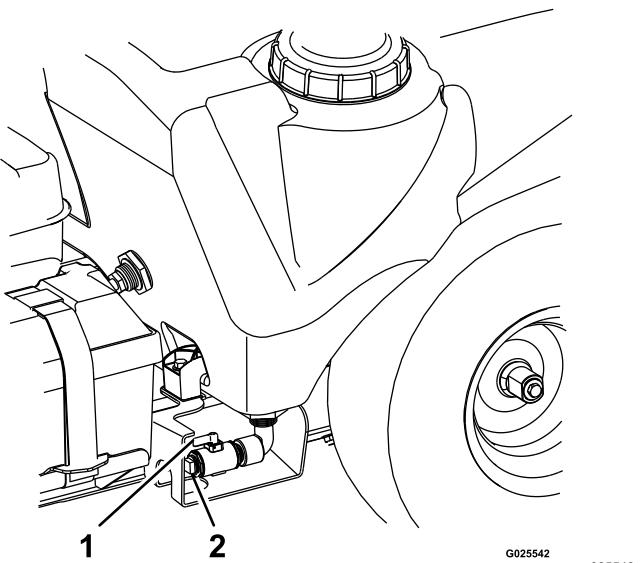

Figura 44
- Retire el tapón de la válvula de vaciado del depósito de fumigación (Figura 44).
- Gire la maneta de la válvula de vaciado 90° en sentido horario para vaciar el depósito (Figura 44).
- Cierre la válvula de vaciado del depósito, retire la manguera de vaciado y coloque el tapón de vaciado en la válvula (Figura 44).